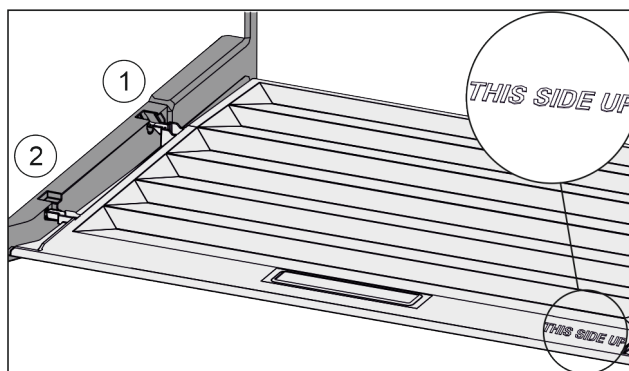

Fig. 49
- ▶ Ramiona pokrywy wprowadzić ponad otworem tylnego uchwyty *Fig. 49 (1)* i zażebić z przodu w uchwycie *Fig. 49 (2)*.